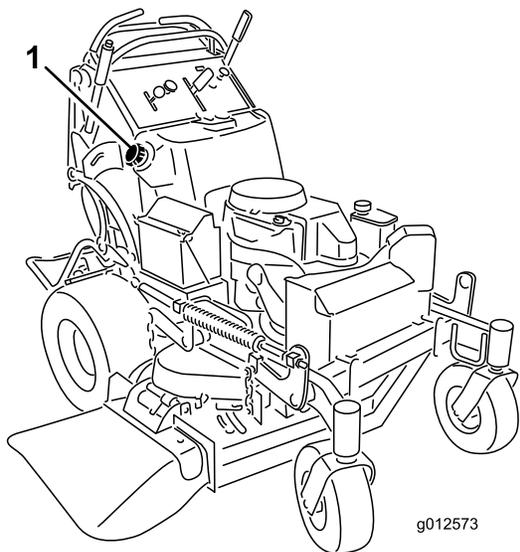

図 51
5. サイホンポンプを使って燃料タンクからガソリンを抜き出す (図 51)。